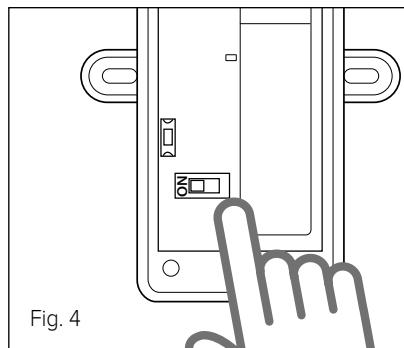

Fig. 4
- Configurar o microinterruptor na placa da sonda externa na posição **ON** (Fig. 4).